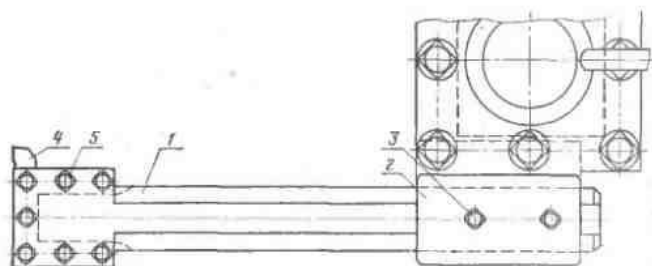

Рис. 39. Резцовая оправка для обработки деталей над выемкой в станине
(рис. 39)
13.11.2. Оправка 1 устанавливается в держателе 2, как показано на рис. 39. Резец 4 крепится винтами 5.
(рис. 39а)
Станок модели 16К20 и его модификации взамен четырехпозиционного резцедержателя 16К20.041 могут комплектоваться двухпозиционным неповоротным резцедержателем УГ9214 (рис. 39а) с быстросменными блоками для резцов: прямоугольного сечения 4, круглого сечения и расточной оправки 5; для центрального инструмента с переходной втулкой 6, что позволяет выполнять большое количество операций (черновая и чистовая обработка, нарезание резьбы, сверление, зенкерование, развертывание, отрезка и др.) за один установ детали сложной конфигурации.
Рис. 39а. Резцедержатель двухпозиционный неповоротный